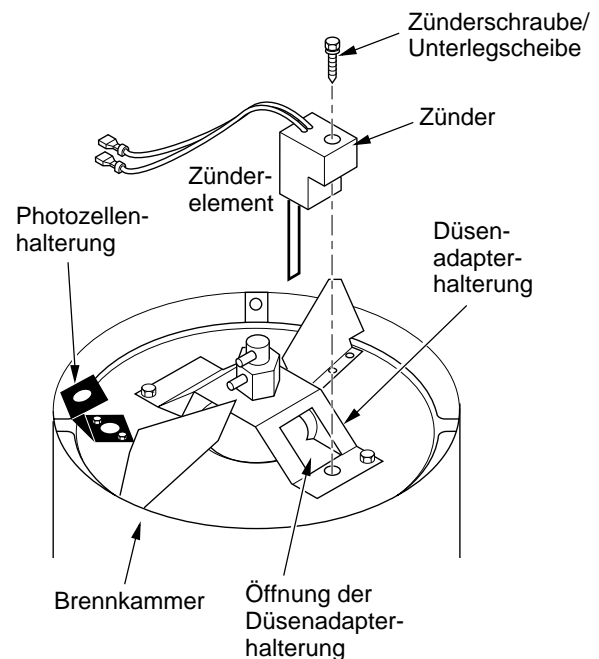

Abbildung 12 - Ersatzzünder
6. Die Brennkammer ausbauen. Die Brennkammer so aufstellen, dass die Düsenadapterhalterung nach oben zeigt (siehe Abb. 12).
9. Den Zünder vorsichtig in die Öffnung in der Düsenadapterhalterung einschieben. Das Zünderelement nicht anschlagen. Den Zünder mit der Schraube und einem 1/4 Zoll Steckschlüssel an der Düsenadapterhalterung befestigen (siehe Abb. 12). Die Schraube auf ein Drehmoment von 0,90 bis 1,69 Nm (8 bis 15 Zoll-Pfund) festziehen. Nicht zu stark festziehen.